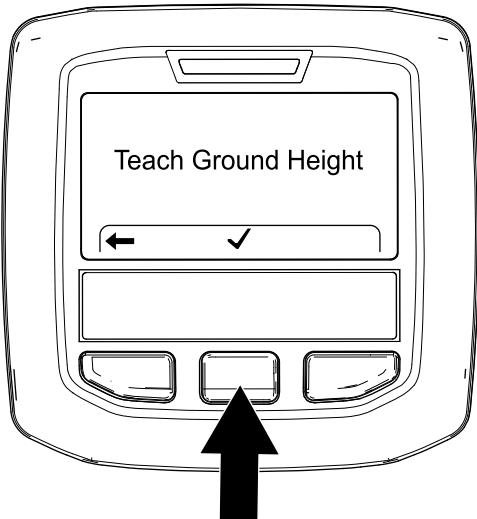

Рисунок 66
- На экране Teach Ground Height (Калибровка высоты от земли) (Рисунок 66) нажмите среднюю кнопку инфо-центра.